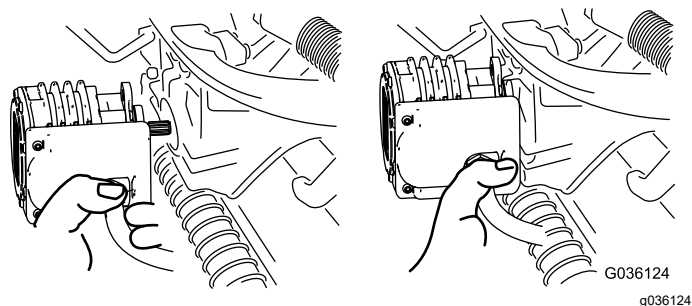

図 66
4. 外したモータは、サスペンションアームの前部にある一時保管位置にセットしておく図 66。